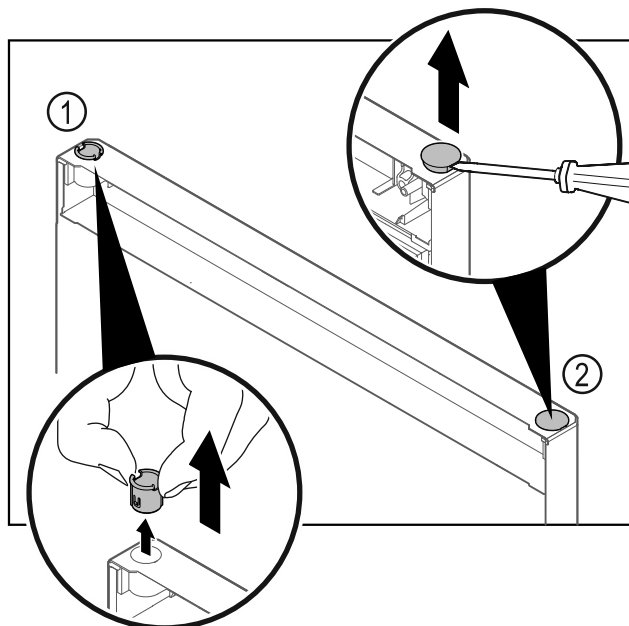

Fig. 40 Deur vriesgedeelte
- Scharnierbus Fig. 40 (1) met de vingers eruit trekken.
- Afdekstop Fig. 40 (2) voorzichtig met een sleufschroevendraaier optillen en eruit trekken.